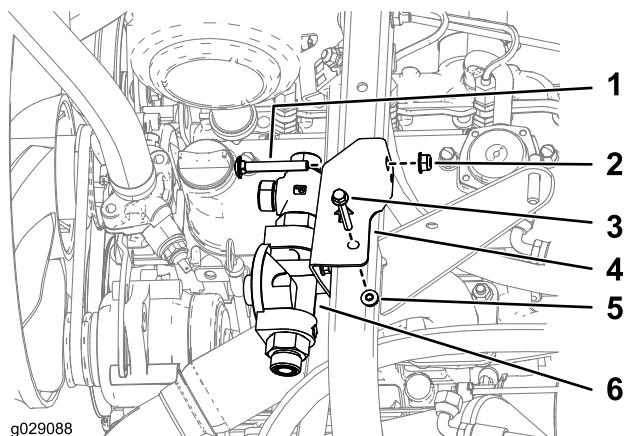

Figura 12
- Fissate il gruppo del filtro idraulico al telaio, come illustrato nella Figura 12.